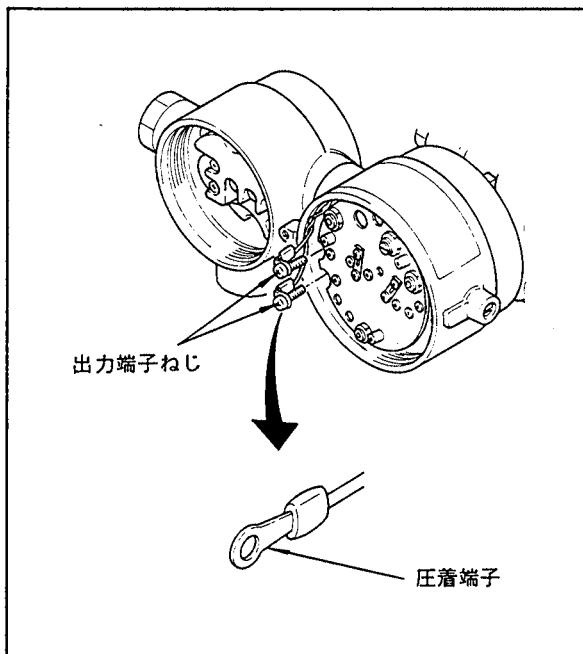

図6.9 リード線の取りはずし
- (1) 電源を切ります。
- (2) カバーを取りはずします。
- (3) プラスドライバで出力端子ねじをゆるめ、リード線をはずします。（図6.9参照）